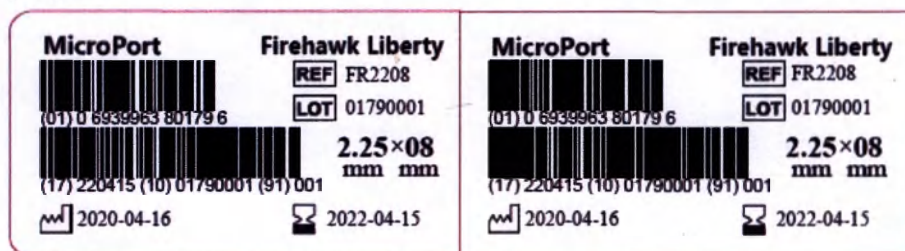

Рисунок 2. Макет стикера (является неотъемлемой частью маркировки)
➤ Этикетка внутреннего пакета, пакета из алюминиевой фольги, потребительской упаковки дополнительно снабжены шестью (6) стикерами - клейкими этикетками учета для прикрепления к истории болезни пациента, получающего имплантат (см. Рис.2). Стикеры содержат следующую информацию: